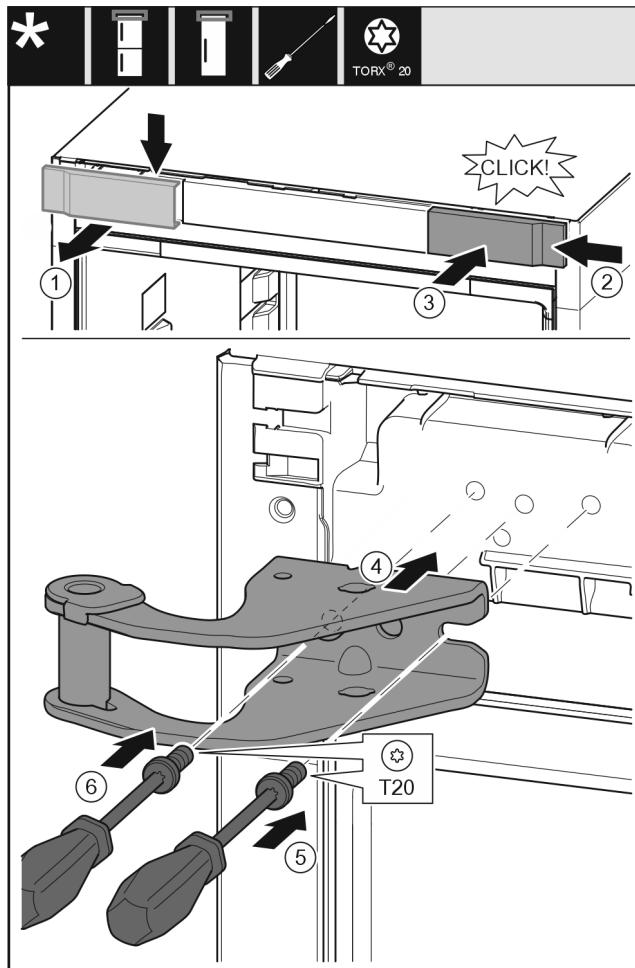

Fig. 33
- ▶ 从上方朝前取下盖板 Fig. 33 (1)。
- ▶ 将盖板 Fig. 33 (2)旋转 180° 至另一侧从右边挂上。
- ▶ 插入盖板 Fig. 33 (3)。
- ▶ 装上上方的托架 Fig. 33 (4)。
- ▶ 用螺丝刀放上并旋紧螺钉 Fig. 33 (5)。
- ▶ 用螺丝刀放上并旋紧螺钉 Fig. 33 (6)。